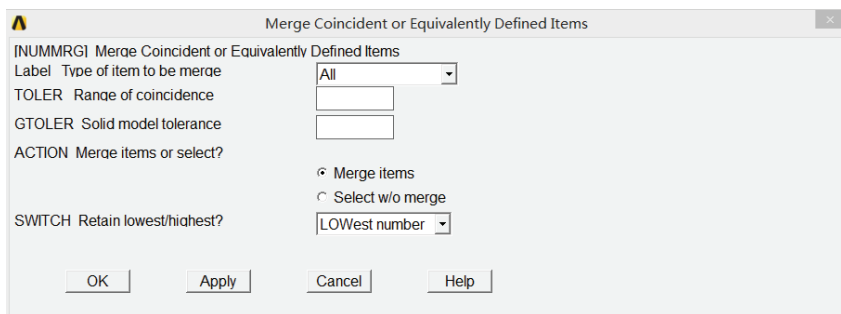

图 4-109 合并实体对话框
20) 选择 Main Menu | Preprocessor | NumberingCtrls | Merge Items 命令, 出现 Merge Coincident or Equivalently Defined Items 对话框, 在 Label Type of item to be merged 下拉选框中选择 All, 其余选项采用默认设置, 如图 4-109 所示, 单击 OK 按钮关闭该对话框。